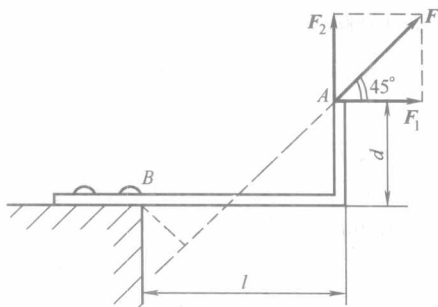

图 1.4 力对点之矩
2. (原 3) 托架受力如图 1.4(原图 1.27)所示，作用在 A 点的力为 $\mathbf{F}$ 。已知 $F=500\text{N}$ ， $d=0.1$ ， $l=0.2\text{m}$ 。试求力 $\mathbf{F}$ 对 B 点之矩。